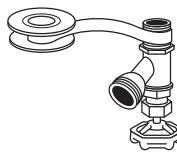

Figura 3
3. Apriete la válvula de drenaje con la mano en la T con rosca hembra de 1.27 cm (1/2"). Luego, apriete 1 a 2 vueltas más con una llave (Figura 3).